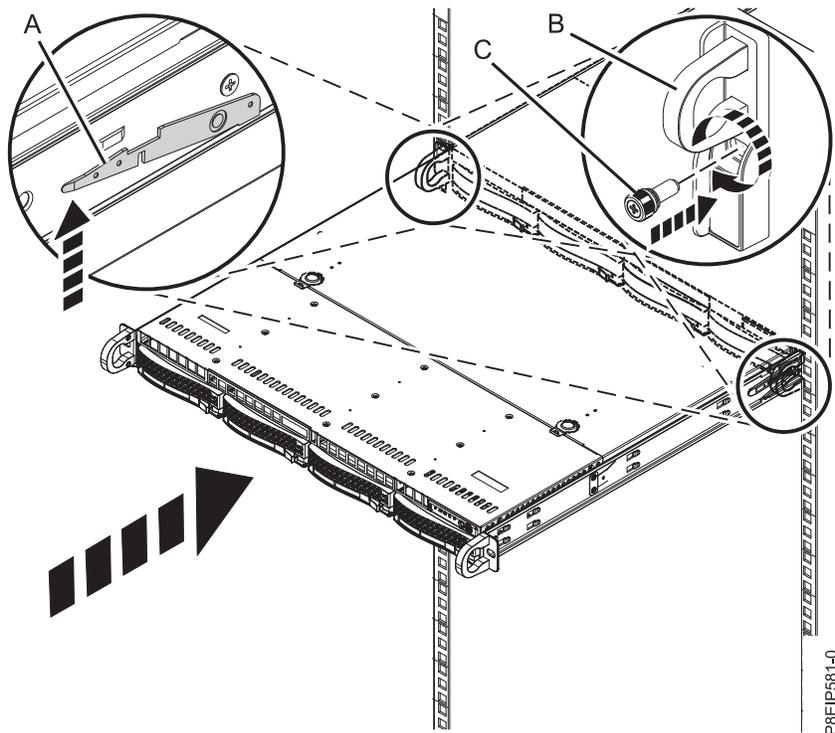

Figura 70. Colocación del sistema en la posición operativa
4. Libere los pestillos de seguridad del riel (A) estirándolos hacia arriba, tal como se indica en Figura 70, después, empuje el sistema para que quede totalmente dentro del bastidor utilizando las asas (B).